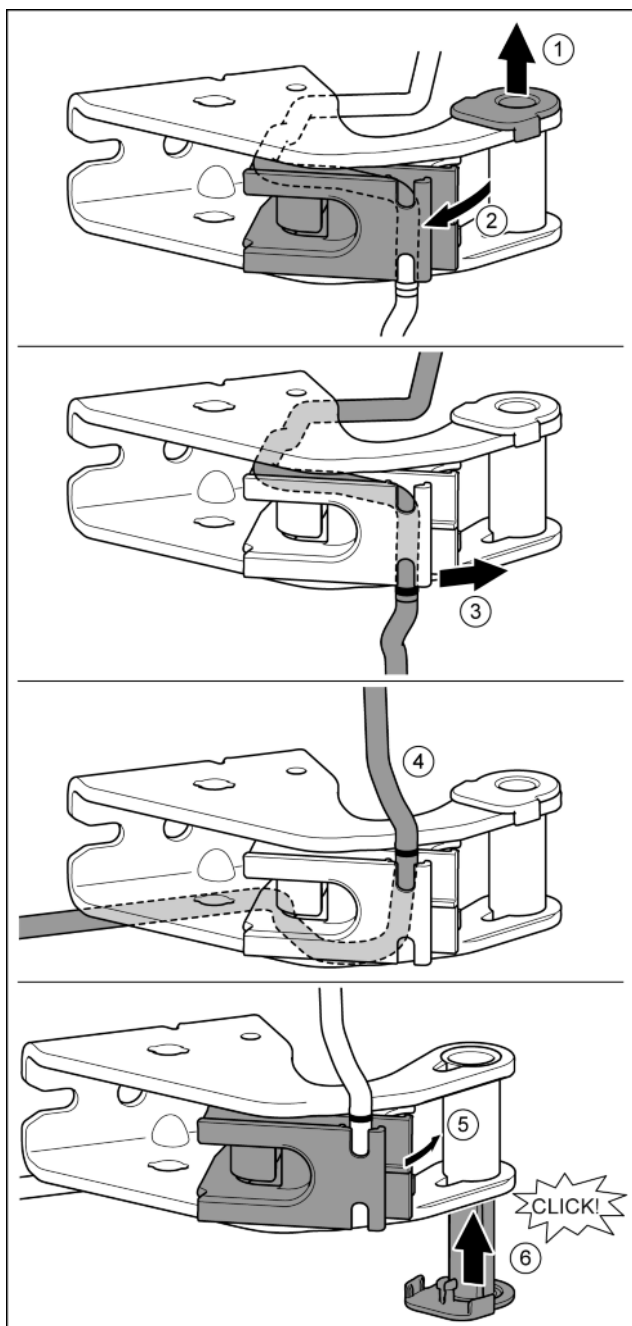

Fig. 25
- ▶ Витягніть із прямої опору втулку. Fig. 25 (1)
- ▶ Поверніть вбік тримач кабелю. Fig. 25 (2)
- ▶ Витягніть кабель з направляючої. Fig. 25 (3)
- ▶ Встановіть дзеркально перевернутий кабель. Fig. 25 (4)
- ▶ Поверніть тримач кабелю у вихідне положення. Fig. 25 (5)
- ▶ Встановіть та зафіксуйте опорний втулок з іншого боку. Fig. 25 (6)